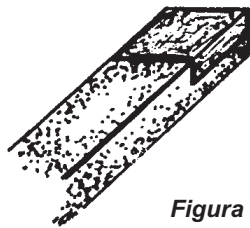

Figura 9
- Corta con el serrucho de costilla las líneas que marcaste (corte a media madera) (figura 9).